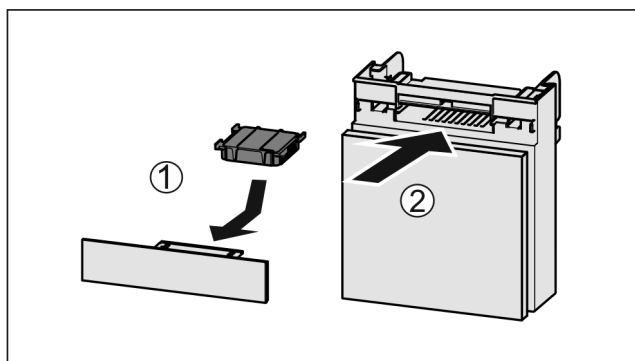

Fig. 158
- ▶ Sätt in Fig. 158 (1) aktivtkolfiltret enligt bilden.
- ▶ Skjut in Fig. 158 (2) lådan.